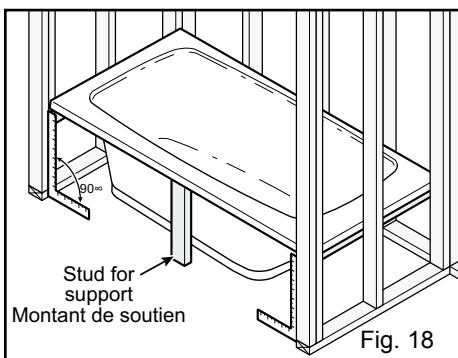

Fig. 18
**NOTE:** Skirt is not intended to provide support to side edge of the tub. Vertical support can be obtained by installing a stud between floor and bottom of the tub flat. Fig. 18.
**NOTE :** La jupe n'est pas conçue pour servir de soutien au côté latéral de la baignoire. On peut installer un support vertical en fixant un montant entre le plancher et la base du rebord de la baignoire (voir Fig. 18).